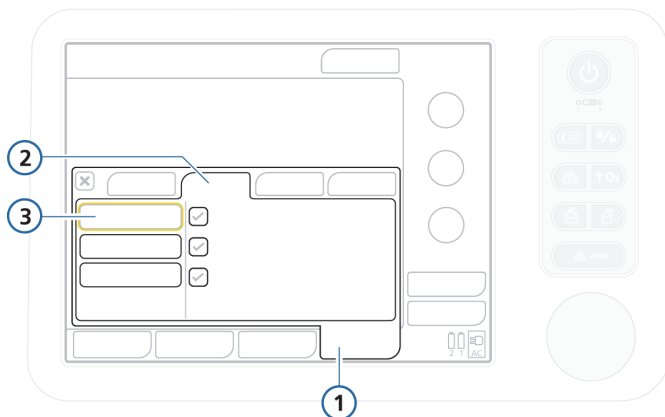

Figura 6-9. Janela Testes & Calib, teste de vazamento
2. Na janela Sistema -> Testes & Calib, selecione **Vazamento**. Consulte a Figura 6-9.